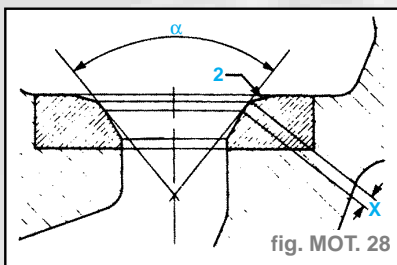

fig. MOT. 28
- La rectification de la portée X s'effectue avec la fraise n° 230 côté 30° , réduire la largeur de cette portée en 2 grâce à la fraise n° 230 côté 45° (fig. MOT. 28).
- La rectification de la portée X s'effectue avec la fraise n° 230 côté 45° , réduire la largeur de cette portée en 2 grâce à la fraise n° 273 côté 60° (fig. MOT. 28).